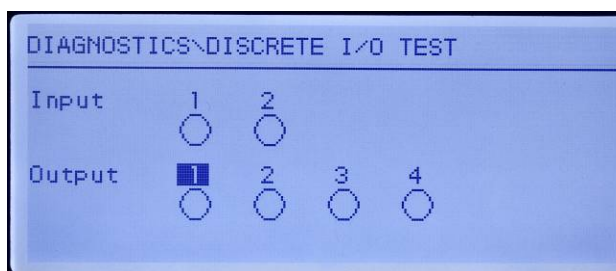

Figure 5-12 : Écran de test des E/S discrètes
2. Appuyez sur ENTRÉE pour passer à l'écran de diagnostic. Lorsque vous regardez l'écran de test, l'état de l'entrée est affiché en haut et celui de la sortie en bas de l'écran (Figure 5-12). La surbrillance se porte sur la première sortie n° 1.